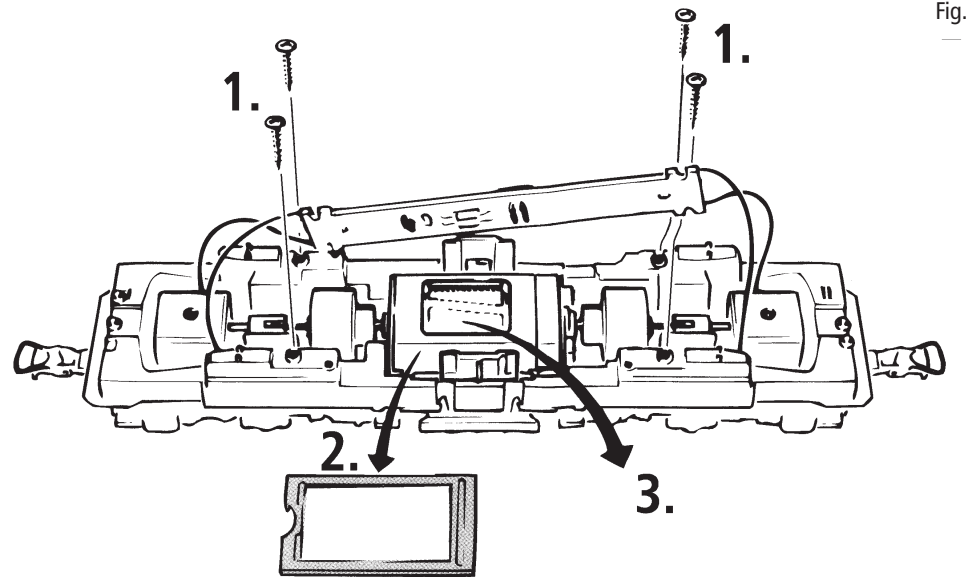

Fig. 10
Schleiferwechsel: siehe Fig. 10
A.C. pick up: see fig. 10
voir fig. 10